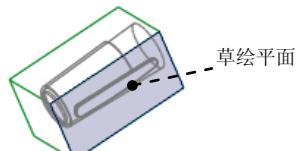

图 7.11 草绘平面
(1) 单击 **分型面** 功能选项卡 **形状** ▾ 区域中的 拉伸 按钮, 此时系统弹出“拉伸”选项卡。
(2) 定义草绘截面放置属性。鼠标右击, 从系统弹出的快捷菜单中选择 **定义内部草绘...** 命令; 在系统 **选择一个平面或曲面以定义草绘平面** 的提示下, 选取图 7.11 所示的坯料前表面为草绘平面, 接受默认的草绘视图方向和参考平面, 方向为 **上**; 单击 **草绘** 按钮, 至此系统进入截面草绘环境。